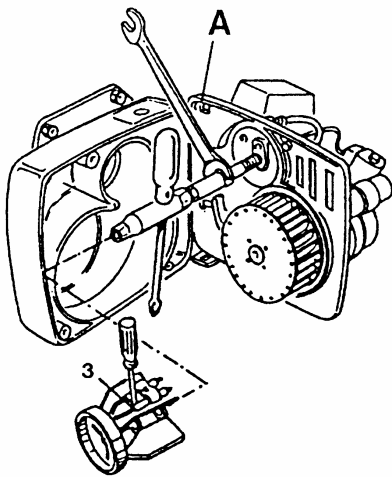

Fig. 30
1. cu o ȓurubelniȐ ȓn cruce slȐbiȓi ȓurubul de fixare a capacului (2);
2. extrageȓi-l cu grijȐ ȓi agȐȐȓi-l de arzȐtor (fig. 30, 31);
3. pentru schimbarea duzei slȐbiȓi ȓurubul (3) ȓi demontaȓi deflectorul;